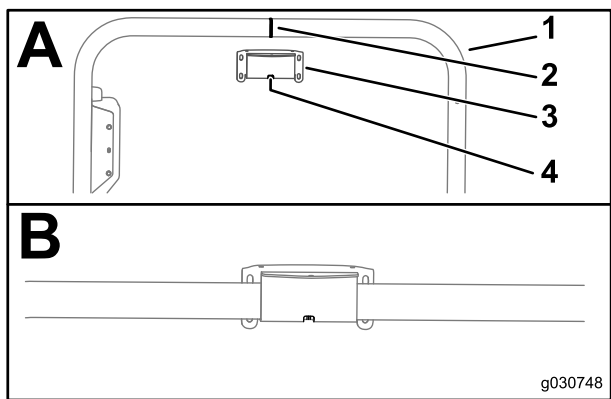

图142
1. 将位于接收器安装架中心的槽与 ROPS 管中心的焊缝对齐 图142。